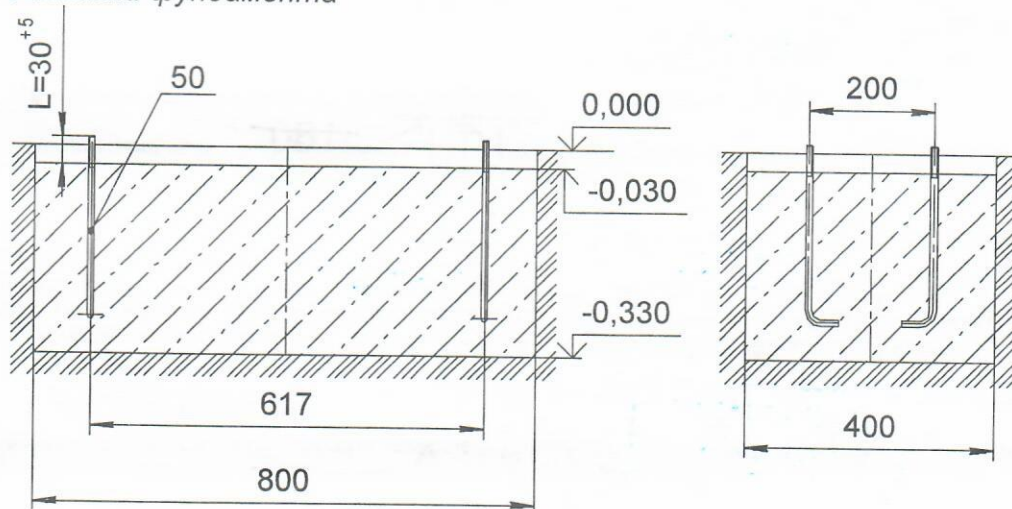

Рис.2
- Установить в приямок болты анкерные (поз.50) по размерам на рис.2. Произвести заливку приямка бетоном. Поверхность бетона выровнять горизонтально по уровню. Бетон фундамента – класса В15. Объем бетона – 0,1 куб. м.